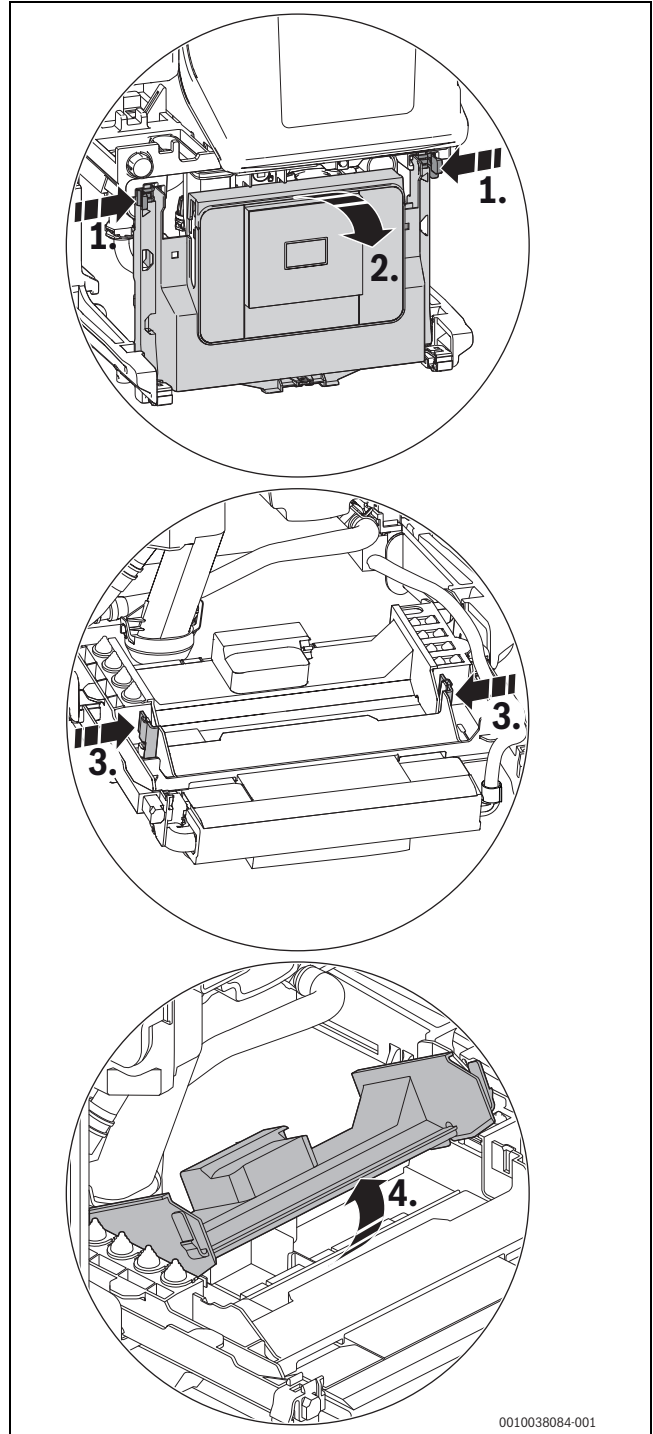

Bild 86 Abdeckung öffnen
- ▶ Steuergerät herunterklappen (→ Bild 86, Seite 48).